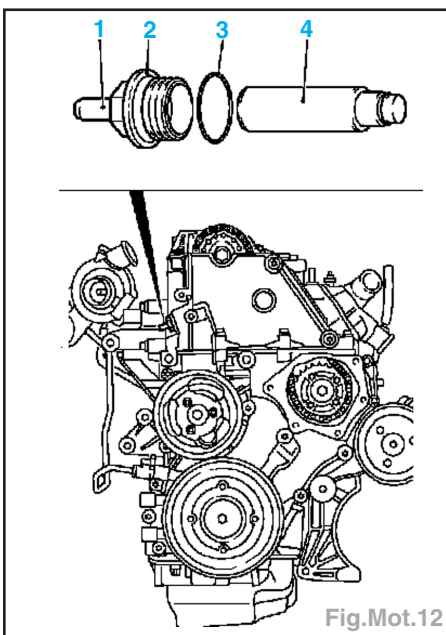

Fig.Mot.12
- Placer le tendeur de chaîne simple (4) dans la culasse, reposer le bouchon fileté de fermeture (2) avec une bague d'étanchéité neuve (3) et serrer au couple de **6,0 da.Nm** (Fig.Mot.12).
- Placer le tendeur de chaîne simple (4) dans la culasse, reposer le bouchon fileté de fermeture (2) avec une bague d'étanchéité neuve (3) et serrer au couple de **6,0 da.Nm** (Fig. Mot.12).